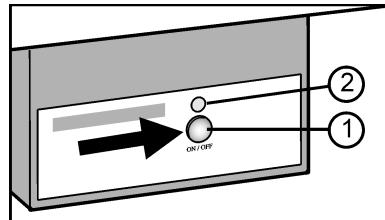

Fig. 9
- Pulse la tecla On/Off Fig. 9 (1) hasta que el LED Fig. 9 (2) se ilumine.